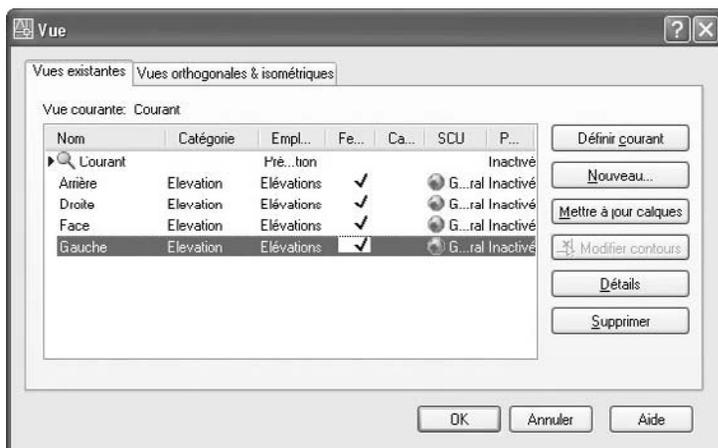

Fig.24.7
- 6 Procéder de manière identique pour les autres vues (fig.24.7).